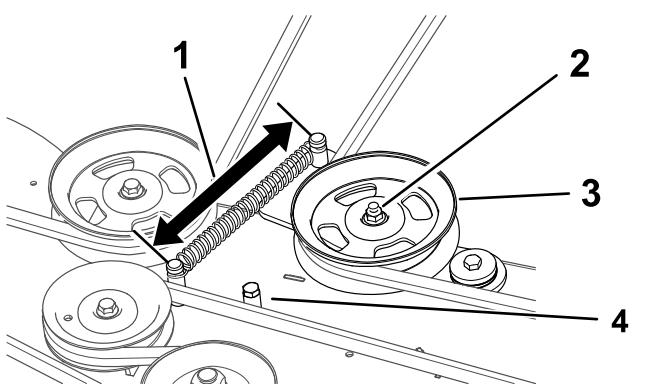

図 54
スプリングの長さが 15.2 cm 未満の場合や、図 54のようにアイドラプーリアームがアイドラストップに当たる場合は、アイドラプーリアームを調整する。
4. アイドラプーリーのナットをゆるめる図 54。
6. ナットを締めつける図 54。